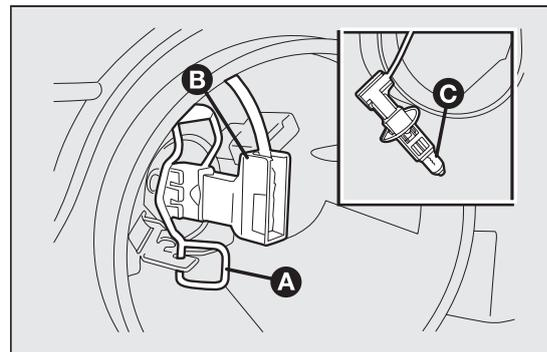

fig. 158
- desenganchar la ballestilla de sujeción de la lámpara A fig. 158;